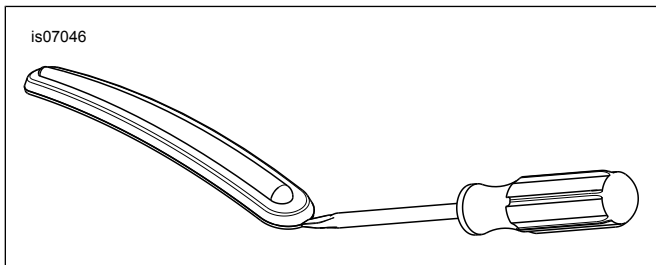

Figure 2. Retirer la bande de garniture de garde-boue
- b. Consultez Figure 2 . Insérer la pointe du tournevis entre l'encadrement chromé et la bande de garniture en caoutchouc.